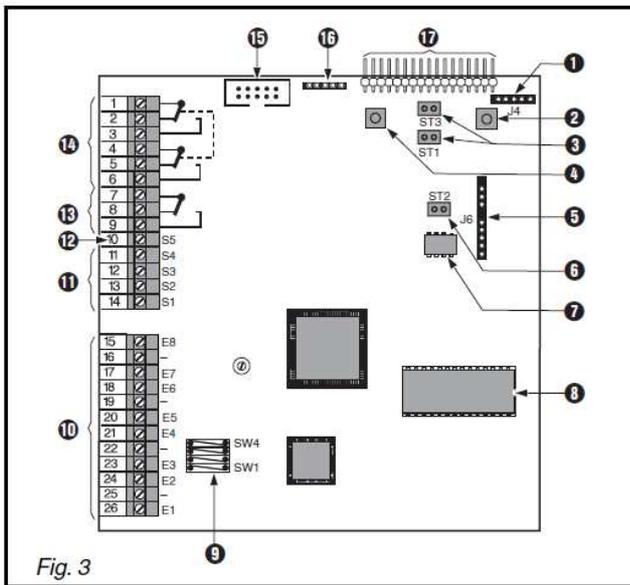

Fig. 3
3.2.1 Carte mère SM 220 (fig. 3)
- ❶ Connexion d'imprimante ou de PC par le câble SAQ 11 (accessoire).
- ❷ Touche de configuration.
- ❸ Contacts d'autosurveillances.
- ❹ Touche d'initialisation.
- ❺ Connexion pour WMV 12, WMA 11, SMV 11 (option).
- ❻ Connexion d'extensions.
- ❼ EEPROM.
- ❽ EPROM.
- ❾ Epingles ouvertes.
- ❿ 8 entrées (E1 à E8).